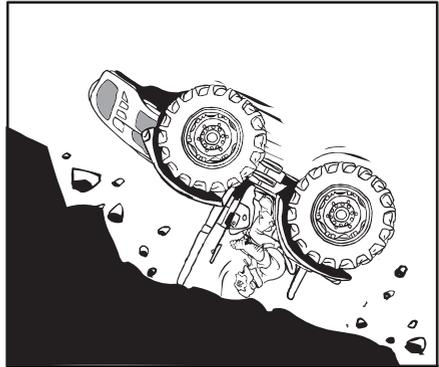

Abb. 2.12
- Bei der Arbeit in der Nähe von Gräben oder Ufern muss der Traktor hinter der Bruchlinie gehalten werden. Mit dem Traktor nicht an Gräben, auf Deichen, an Böschungen und Flussufern arbeiten, die abrutschen könnten (Abb. 2.12).